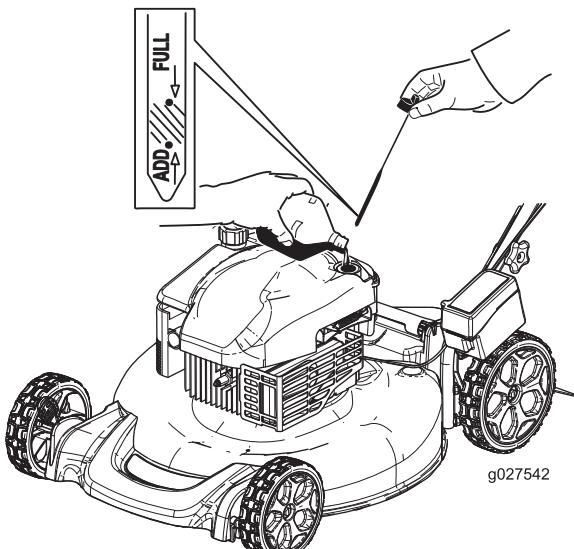

Figure 6
- Retirez la jauge (Figure 6) et versez de l'huile dans le tube de remplissage pour remplir le carter moteur aux 3/4.
- Sortez de nouveau la jauge et vérifiez le niveau d'huile (Figure 6).